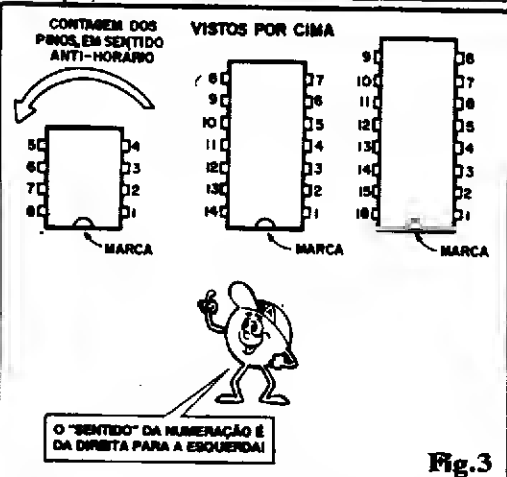

Fig. 3
- FIG. 3 - Muito bem... Já descobrimos como identificar, sem erro, o **PINO nº 1** de qualquer Integrado com encapsulamento convencional, pinagem DIL... Mas, como deve ser feita a sequência da numeração, e "por onde ela continua", quando chegarmos ao fim da primeira linha de contagem...? A fig. 3 dá os detalhes: novamente mostrando os Integrados DIL com quantidades mais comuns de pinos (8, 14 e 16 "pernas"...),